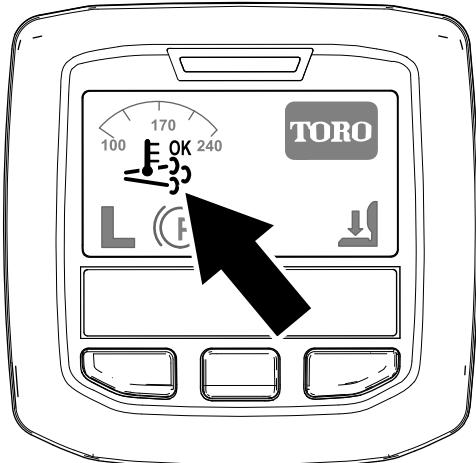

Bild 26
- Das Symbol für die unterstützte bzw. Rücksetzen-Regenerierung im InfoCenter angezeigt (Bild 26).